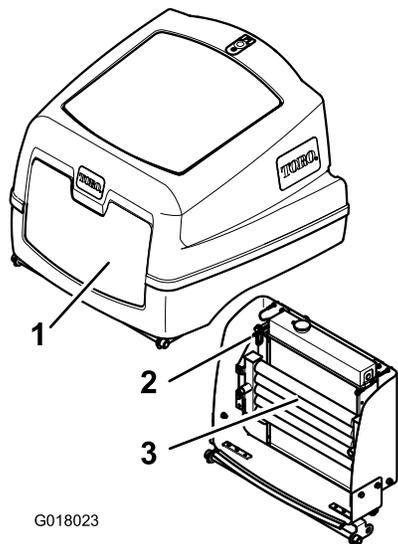

図 42
4. エンジンカバーのラッチをはずしてカバーを開ける（図 42）。